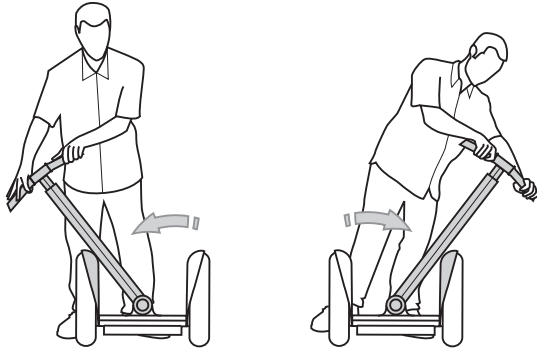

Abbildung 4. Sicherstellen, dass der LeanSteer-Rahmen wieder aufrecht steht
9. Lehnen Sie den LeanSteer-Rahmen bei AUSGESCHALTETEM Segway PT ganz nach links und nach rechts, bis er das Schutzblech auf beiden Seiten berührt, und achten Sie darauf, dass er dann wieder in eine aufrechte Stellung zurückkehrt. Siehe Abbildung 4. Wenn der LeanSteer-Rahmen nicht wieder eine aufrechte Position einnimmt, lockern Sie die Schraube und beginnen wieder mit Schritt 4.